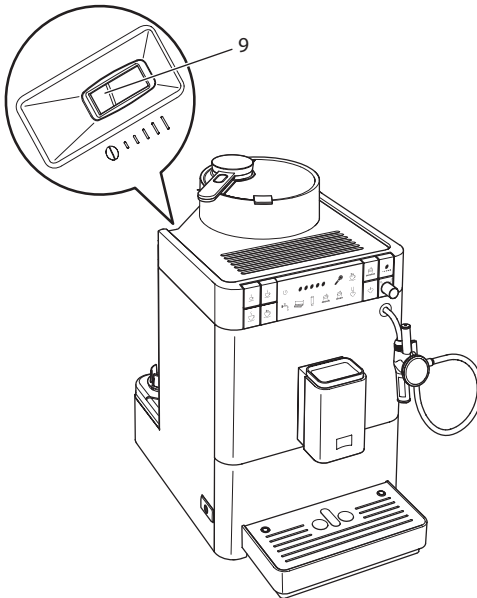

Abb. 14: Hebel für die Einstellung des Mahlgrads (Caffeo® Varianza® CS)
- » Am Gehäuse wird der Hebel "Mahlgradverstellung" (9) sichtbar.
2. Stellen Sie den Hebel nach links oder nach rechts, wie auf Abb. 14 abgebildet.